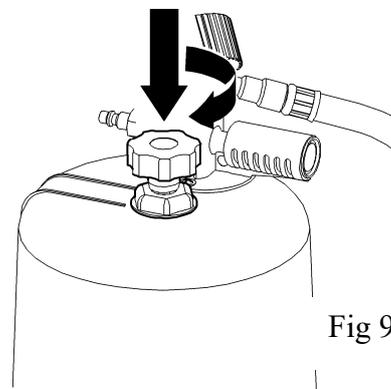

Fig 9
To transfer the oil from the inspection chamber to the container, press down the knob and twist to lock it in open position. See fig 9.
**(SE)** Stäng ventilen när sugningen är avslutad. För att tömma den transparenta vakuums tanken ned till spilloljetanken, trycks ratten ned, vrids och låses i öppet läge. Se fig 9.